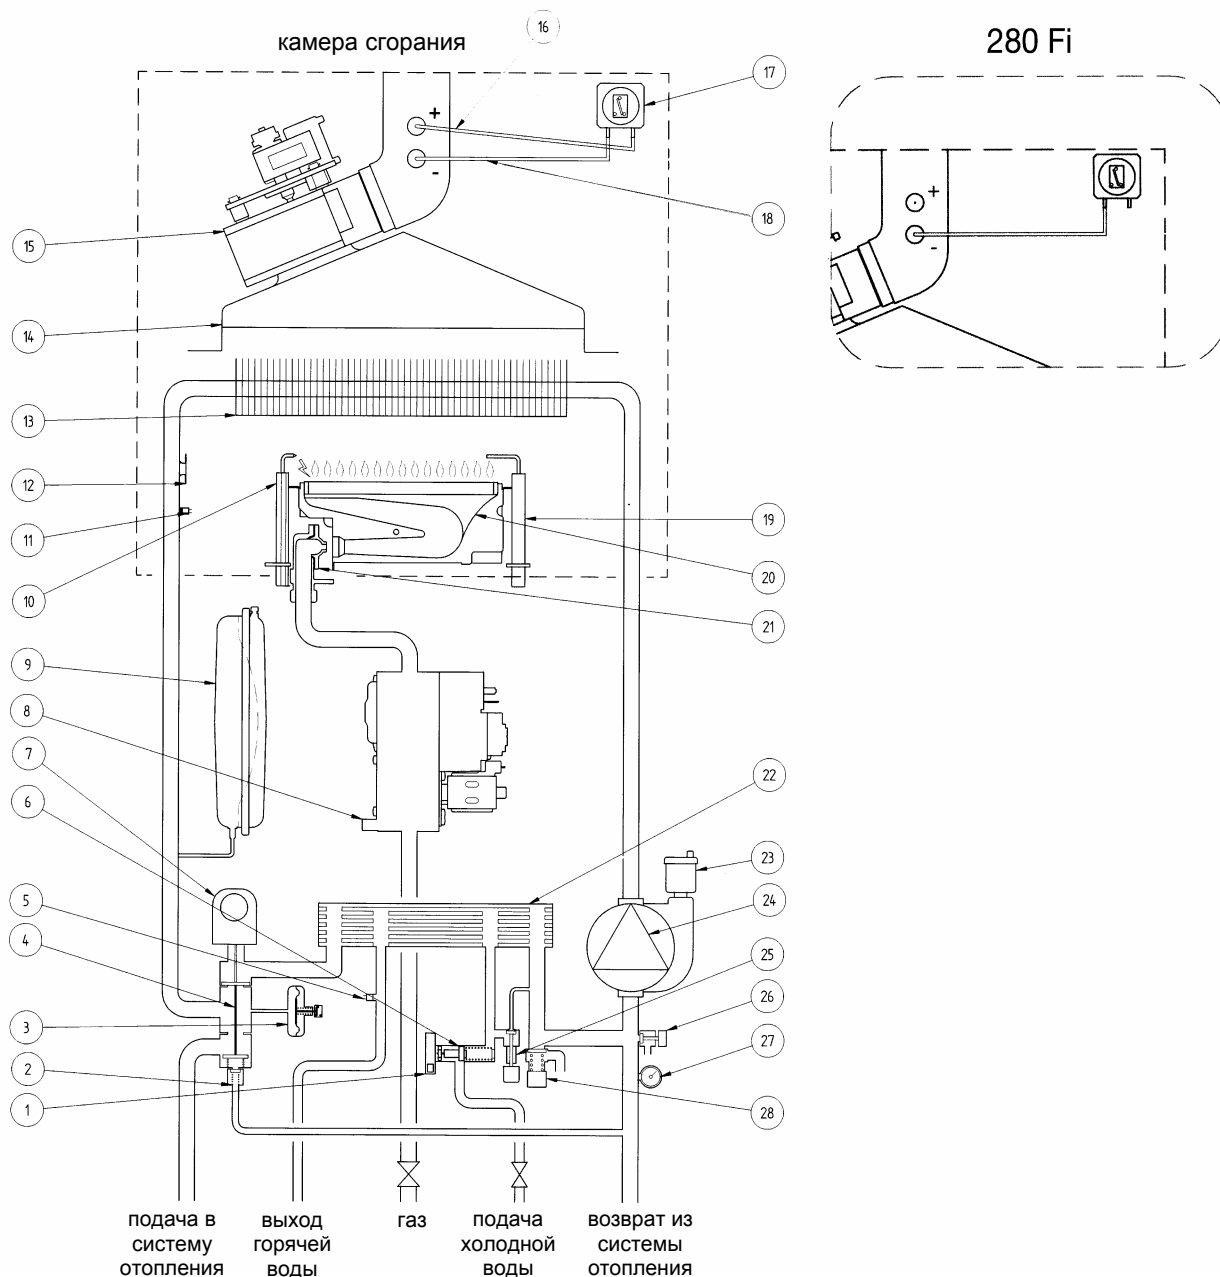

Рис.20
Данное устройство (позиция 17 Рис.20)-обеспечивает включение основной горелки при условии исправной работы вытяжного дымохода.
- **Термостат перегрева** - благодаря датчику (позиция 12 Рис.20 – позиция 11 Рис.21), установленному на выходной трубе первичного теплообменника, в случае перегрева воды первичного контура прекращается подача газа в горелку. При этом котел останавливается. После устранения причины, вызвавшей блокировку, возможно повторное включение. Для этого необходимо перевести переключатель режимов (Рис.2) в позицию (R) как минимум на 2 сек.
Электрод для определения наличия пламени (позиция 19 Рис.20 – позиция 15 Рис.21), расположенный с правой части горелки, гарантирует безопасность работы и блокирует котел при нарушении подачи газа или неполном горении основной горелки.
- **Водяной сбросной клапан системы отопления** (позиция 28 Рис.20 - позиция 25 Рис.21) - настроен на давление 3 бар и установлен в системе отопления.